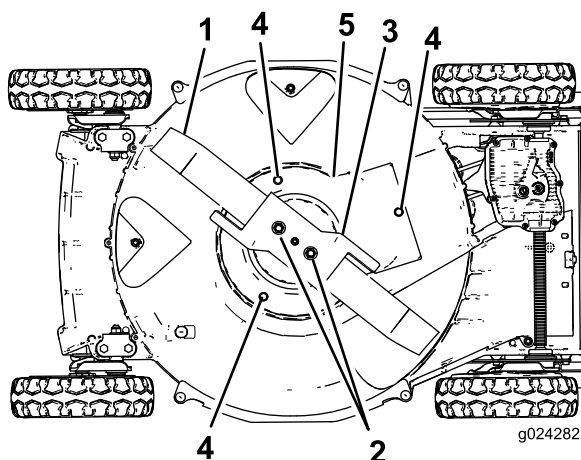

Figura 35
6. Retire as 2 porcas da lâmina, acelerador e lâmina (Figura 35).
7. Retire os parafusos que prendem o resguardo à estrutura do cortador (Figura 35).